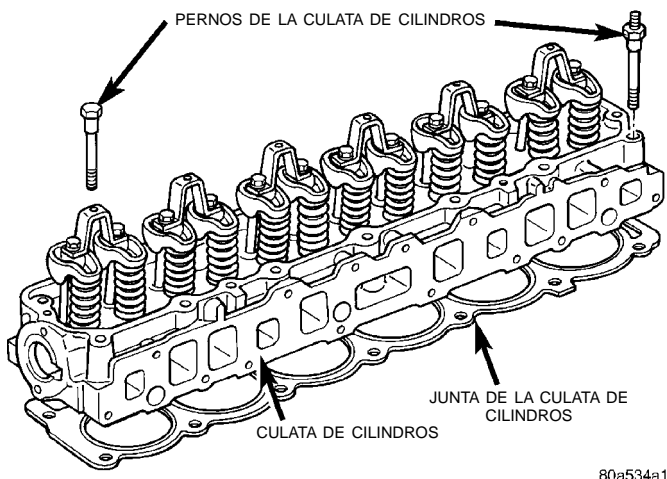

Fig. 35 Conjunto de culata de cilindros del motor
(8) Si el vehículo está equipado con aire acondicionado, retire el compresor del aire acondicionado, (consulte el Grupo 24, Calefacción y aire acondicionado).
(9) Si está equipado, desconecte el soporte de la bomba de la dirección asistida. Mantenga la bomba y el soporte a un lado. NO desconecte las mangueras.
(10) Lleve a cabo los procedimientos de Descarga de presión del sistema de combustible (consulte el Grupo 14, Sistema de alimentación de combustible).
(11) Retire los tubos de llegada de combustible.
(12) Retire de la culata de cilindros del motor los tubos múltiples de admisión y escape del motor (para informarse sobre los procedimientos apropiados, consulte el Grupo 11, Sistema de escape y Tubo múltiple de admisión).
(13) Desconecte los cables del encendido y retire las bujías.
(14) Desconecte el conector del cable del conjunto de transmisor de temperatura.
(15) Retire el conjunto de ménsula y bobina de encendido.
(16) Retire los pernos de la culata de cilindros del motor. El perno N° 14 no puede retirarse hasta que la culata no sea desplazada hacia adelante (Fig. 35). Saque el perno N° 14 todo lo que pueda y a continuación sostenga el perno en esa posición (con cinta adhesiva alrededor del perno).
(17) Retire la junta y la culata de cilindros del motor (Fig. 35).
(18) Si es la primera vez que se retiran los pernos, señálelos con una marca de pintura en la cabeza. Si ya tienen la marca o si no sabe si fueron utilizados con anterioridad, deséchelos.
(19) Coloque paños de taller limpios, sin pelusa, en los huecos de los cilindros.